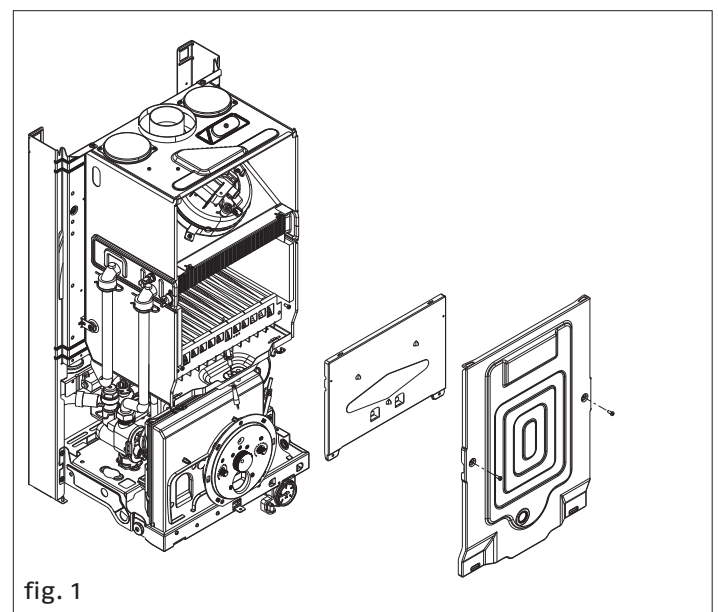

fig. 1
- Rimuovere in successione: mantello, coperchio cassa aria e coperchio camera di combustione (fig. 1)